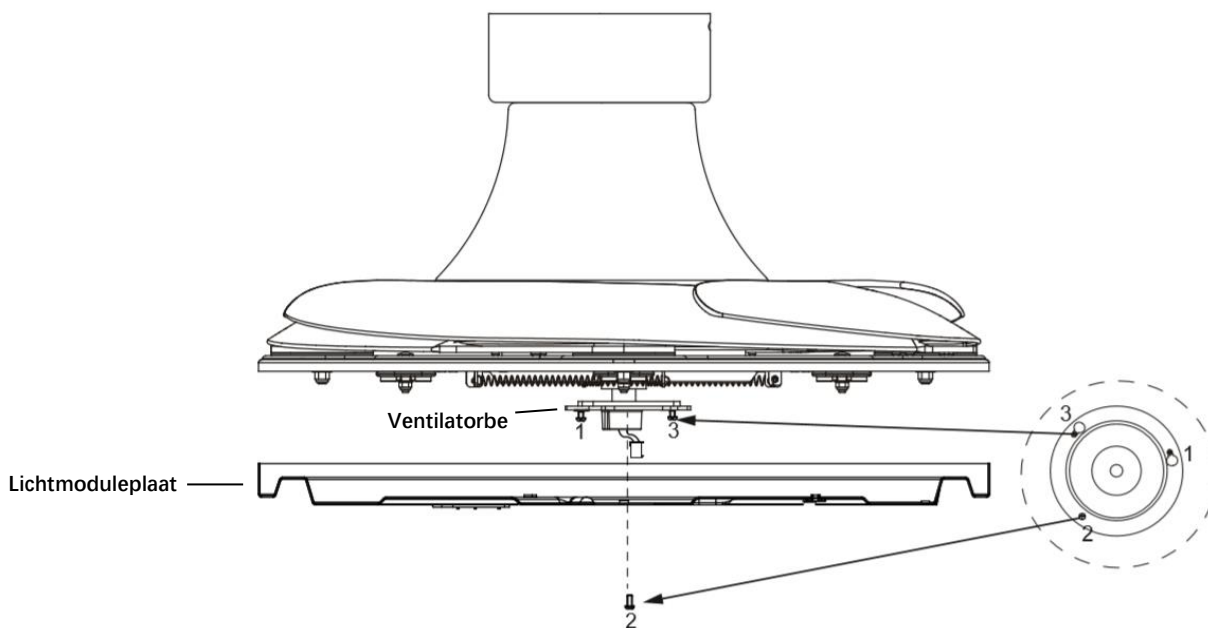

Afb. 5b
- Draai twee afdekkingsschroeven (1) los en verwijder de montagebeugel.
- Draai twee afdekkingsschroeven met sterring (2) een halve slag uit de montagebeugel. (Voor L-vormige sleuf op de te monteren afdekking).
- Til de hangende afdekking (3) van de gemonteerde ventilator op de montagebeugel en laat de L-vormige sleuf aan de hangende afdekking (3) door twee afdekkingsschroeven met sterringen (2) gaan. (Afb.5b)
- Draai de hangende afdekking (3) totdat deze vast klikt aan het eindgedeelte van de L-vormige sleuf. Zorg dat de sterring zich tussen de hangende afdekking (3) en de schroefkop bevindt. Zet vast door de twee afdekkingsschroeven met sterring (2) vast te draaien.
- Draai de afdekkingsschroeven (1) op de montagebeugel vast. De hangende afdekking (3) moet in het totaal van 4 schroeven (1) & (2) zijn voorzien. Vermijd beschadiging van de eerder voorbereide elektrische bedrading tijdens het ophangen van de afdekking.